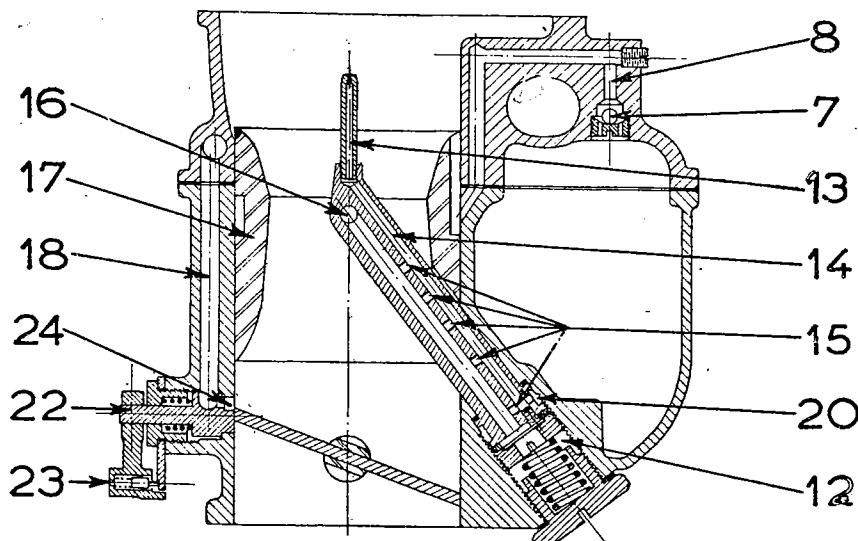
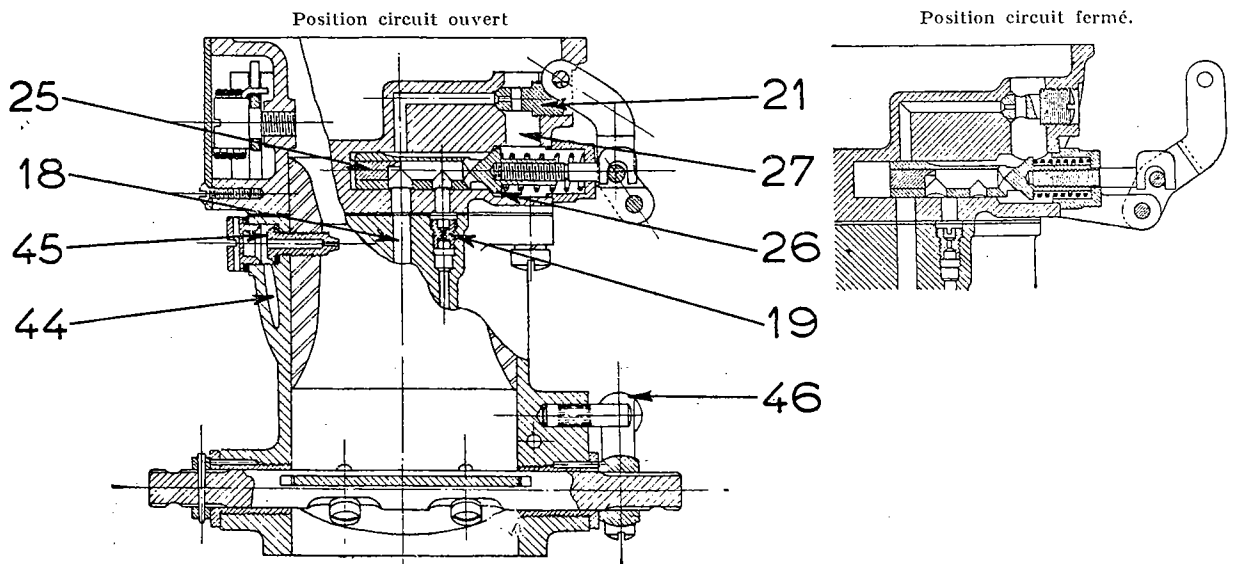
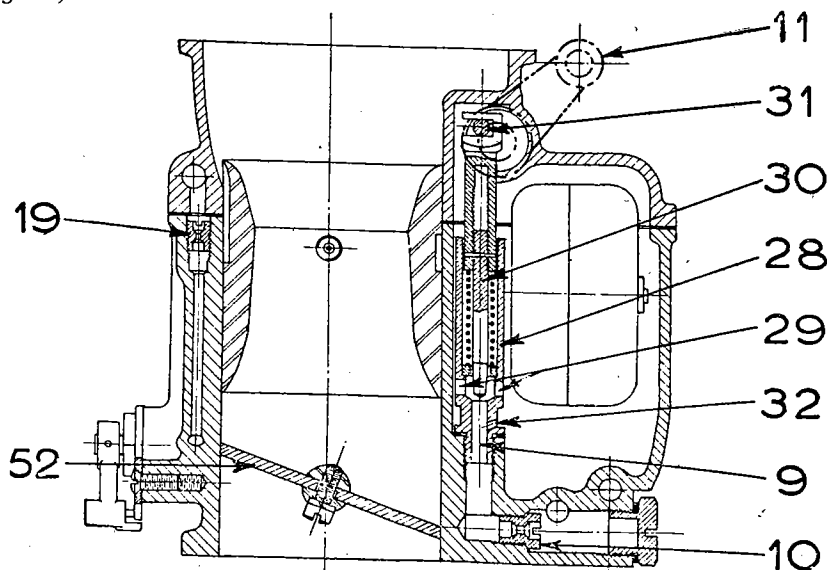
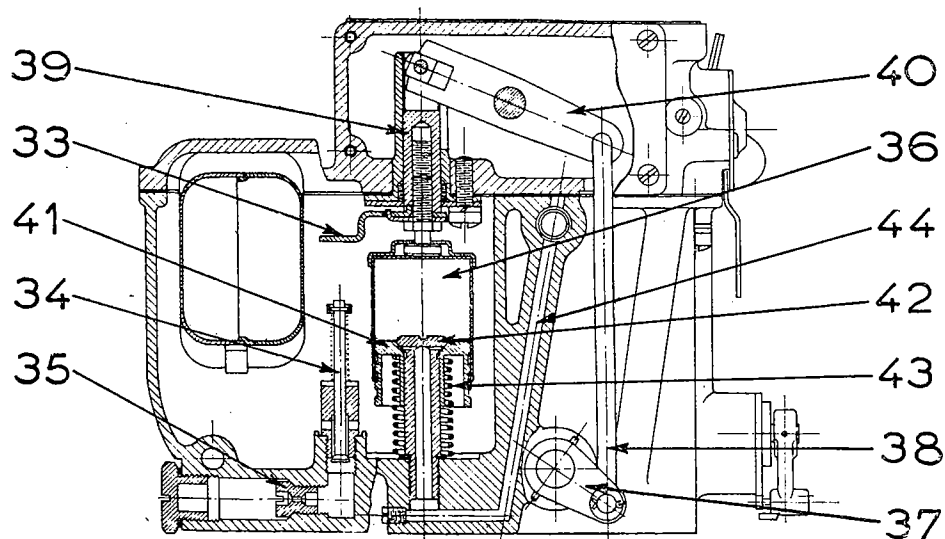

FIG. 22 — ÉMULSEUR CENTRAL ET RALENTI
FIG. 23 — DISPOSITIF D'ARRÊT DU MOTEUR (ÉTOUFFOIR)
FIG. 25 — CORRECTEUR ALTIMÉTRIQUE
FIG. 26 — POMPE DE REPRISE
La cuve est mise en communication avec la manche à air pour équilibrage de la pression d'air, par un canal (8). Un clapet à bille (7) a été placé dans la cuve, au débouché du canal (8) (fig. 22) de la mise à l'air libre pour éviter que l'essence s'écoule vers la prise d'air dans la position inversée.
De la cuve à niveau constant, l'essence passe par le correcteur (9) et le gicleur principal (10) (fig. 25) avant d'arriver à l'émulseur en (12) (fig. 22).
L'essence débitée par le gicleur se rend au tube émulseur central en (12) (fig. 22). Par la vis de calibrage (13) l'air d'émulsion principale arrive dans un canal (14), passe par les trous de dénoyage (15) et vient émulsionner l'essence avant sa sortie par les deux trous latéraux (16), au centre du diffuseur (17) et un peu au-dessous de son corset.
Le canal de ralenti (18) (fig. 22 et 23) entraîne vers le papillon l'essence du gicleur (10) (fig. 25) qui ne peut être aspirée par le tube principal d'émulsion.
Ce canal comporte un gicleur de ralenti (19) (fig. 23) qui, aux faibles vitesses seulement, dose l'essence débitée par le jet calibré principal (10) et prise en (12) (fig. 22) par la gorge annulaire (20).
Une vis calibrée (21) (fig. 23) dose la quantité d'air pour émulsionner l'essence au ralenti.
Le petit boisseau (22) (fig. 22) commandé par le levier (23) permet de faire varier la dépression sur le circuit de ralenti, par la rotation d'une fraisure (24) et, par suite, de régler la richesse du ralenti.
Dans certains cas et pour des raisons de sécurité, on peut avoir besoin de l'arrêt instantané du moteur. C'est le but du dispositif d'étouffoir qui permet de couper totalement le circuit normal du ralenti (fig. 23), par manœuvre du levier.
Cette réduction du débit d'essence est faite par le pilote qui dispose de la commande du dispositif de correction (fig. 25).
La différence de densité de l'air et de l'essence provoque au moment des reprises brusques, un retard de débit d'essence par rapport au débit de l'air et oblige à fournir un appoint d'essence par un système mécanique appelé « pompe de reprise » (fig. 26).
Cette tête porte des trous communiquant avec l'intérieur de l'axe et de là, par un canal (44), au gicleur de pompe (45) (fig. 23) qui règle la quantité d'essence utilisée aux reprises.
Le carburateur type 60 IGS possède un perfectionnement qui a consisté à adjoindre aux organes décrits précédemment un dispositif d'enrichissement de puissance (*fig. 26*) comportant un gicleur (35) qui, en parallèle avec le gicleur principal (10) (*fig. 25*) peut alimenter l'émulseur en même temps que lui.
La tige de pompe (39) (*fig. 26*) qui est liée aux mouvements du papillon, entraîne dans ses déplacements la palette (33).
Avant que le papillon arrive à sa pleine ouverture, la palette appuie sur la queue de la soupape (34) (*fig. 26*) livrant passage à l'essence vers le gicleur d'enrichisseur (35).
L'essence débitée par ce gicleur est canalisée vers le tube d'émulsion principal en (12) (*fig. 22*).